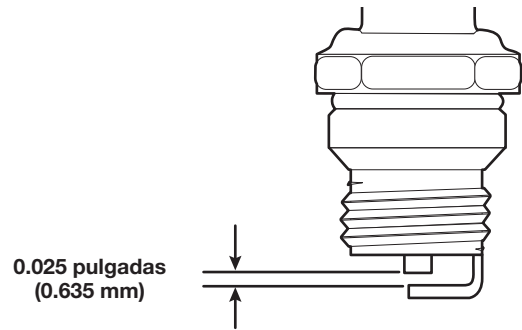

Fig. 19
4. Use un calibre de separación para ajustar una separación de aire de **0.025 pulgadas (0.635 mm)** (Fig. 19).